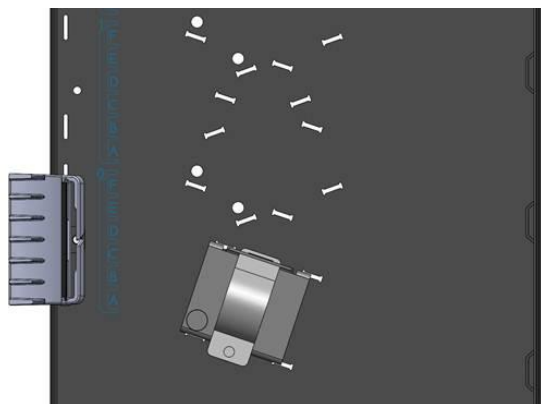
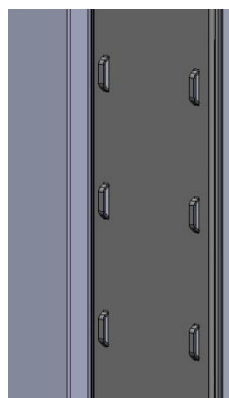

figura 1
figura 2
- C. **Malla troncal posterior (parte de la estructura)** – La malla troncal posterior es una rejilla basada en el sistema de montaje para el cableado troncal en la parte posterior de la estructura HDF3168. Cada cubierta tiene un punto específico de montaje en la malla para aceptar los juegos de abrazadera de cable para asegurar correctamente los troncales de cable de fibra, ya sea por encima o por debajo de enrutamiento. Las guías de enrutamiento (figura 1) proporcionan apoyo y orientación apropiada para cumplir con el radio de curvatura de la instalación. Agarraderas de pared lateral (figura 2) se encuentran ubicadas de manera uniforme para sujetar troncales de cableado de fibra dentro de la estructura.